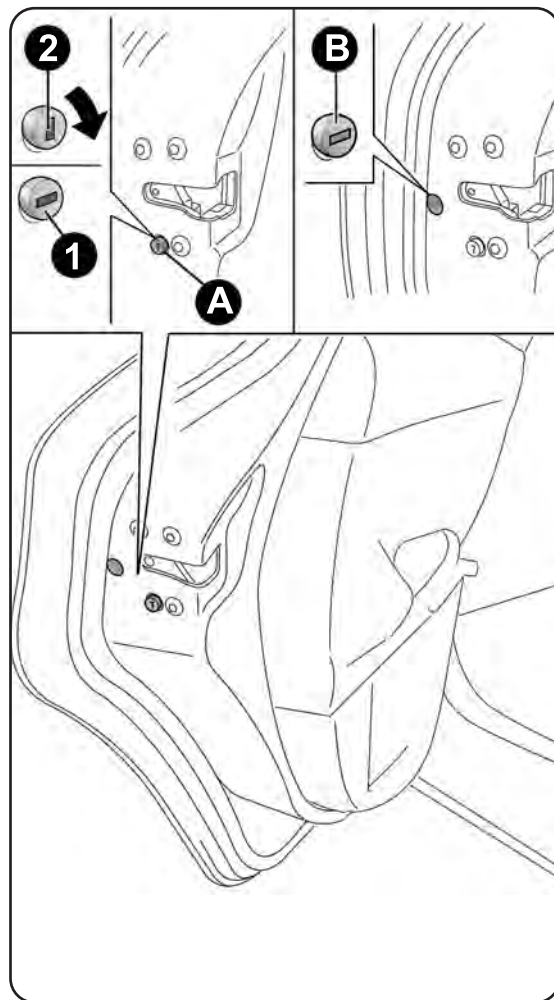

fig. 67
Sólo se puede activar el dispositivo A-fig. 67 con las puertas abiertas:
- introduzca la pieza metálica de la llave de contacto en el alojamiento B-fig. 67;